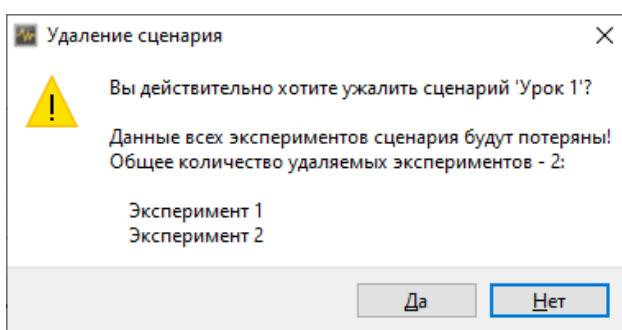

Рис. 3.2: Предупреждение при удалении эксперимента
- “Удалить сценарий”. По этому действию происходит полное удаление сценария и всех результатов проведенных экспериментов в соответствии с данным сценарием. Перед выполнением этого действия будет выдано предупреждение о результатах действия (рисунок 3.2) и только после подтверждения будет выполнено удаление.